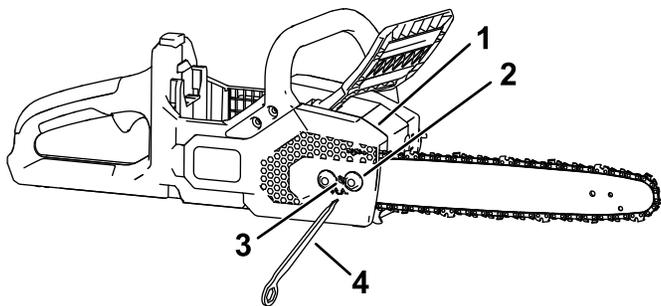

図 28
5. オンボードマルチツールを使って、サイドカバーの固定ナットを緩めますが、取り外さないでください 図 28。
7. オンボードマルチツールを使ってチェーンの張りを調整し、キャプティブナットを締めてサイドカバーをチェーンソーに固定します 図 28。
2. カバーを固定している2つのキャプティブナットを緩めて、サイドカバーを取り外します(図 28)。
3. チェーン締め付けネジを反時計回りに回してチェーンを緩めます(図 28)。